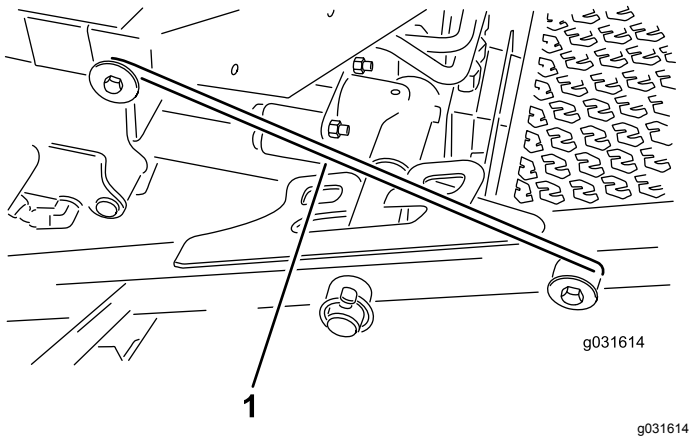

图 31
4. 从承载架固定器上松开门锁杆图 31。
5. 提起前除草刀盘的外侧将门锁放到安装在操作员平台前部的机架销上图 31。